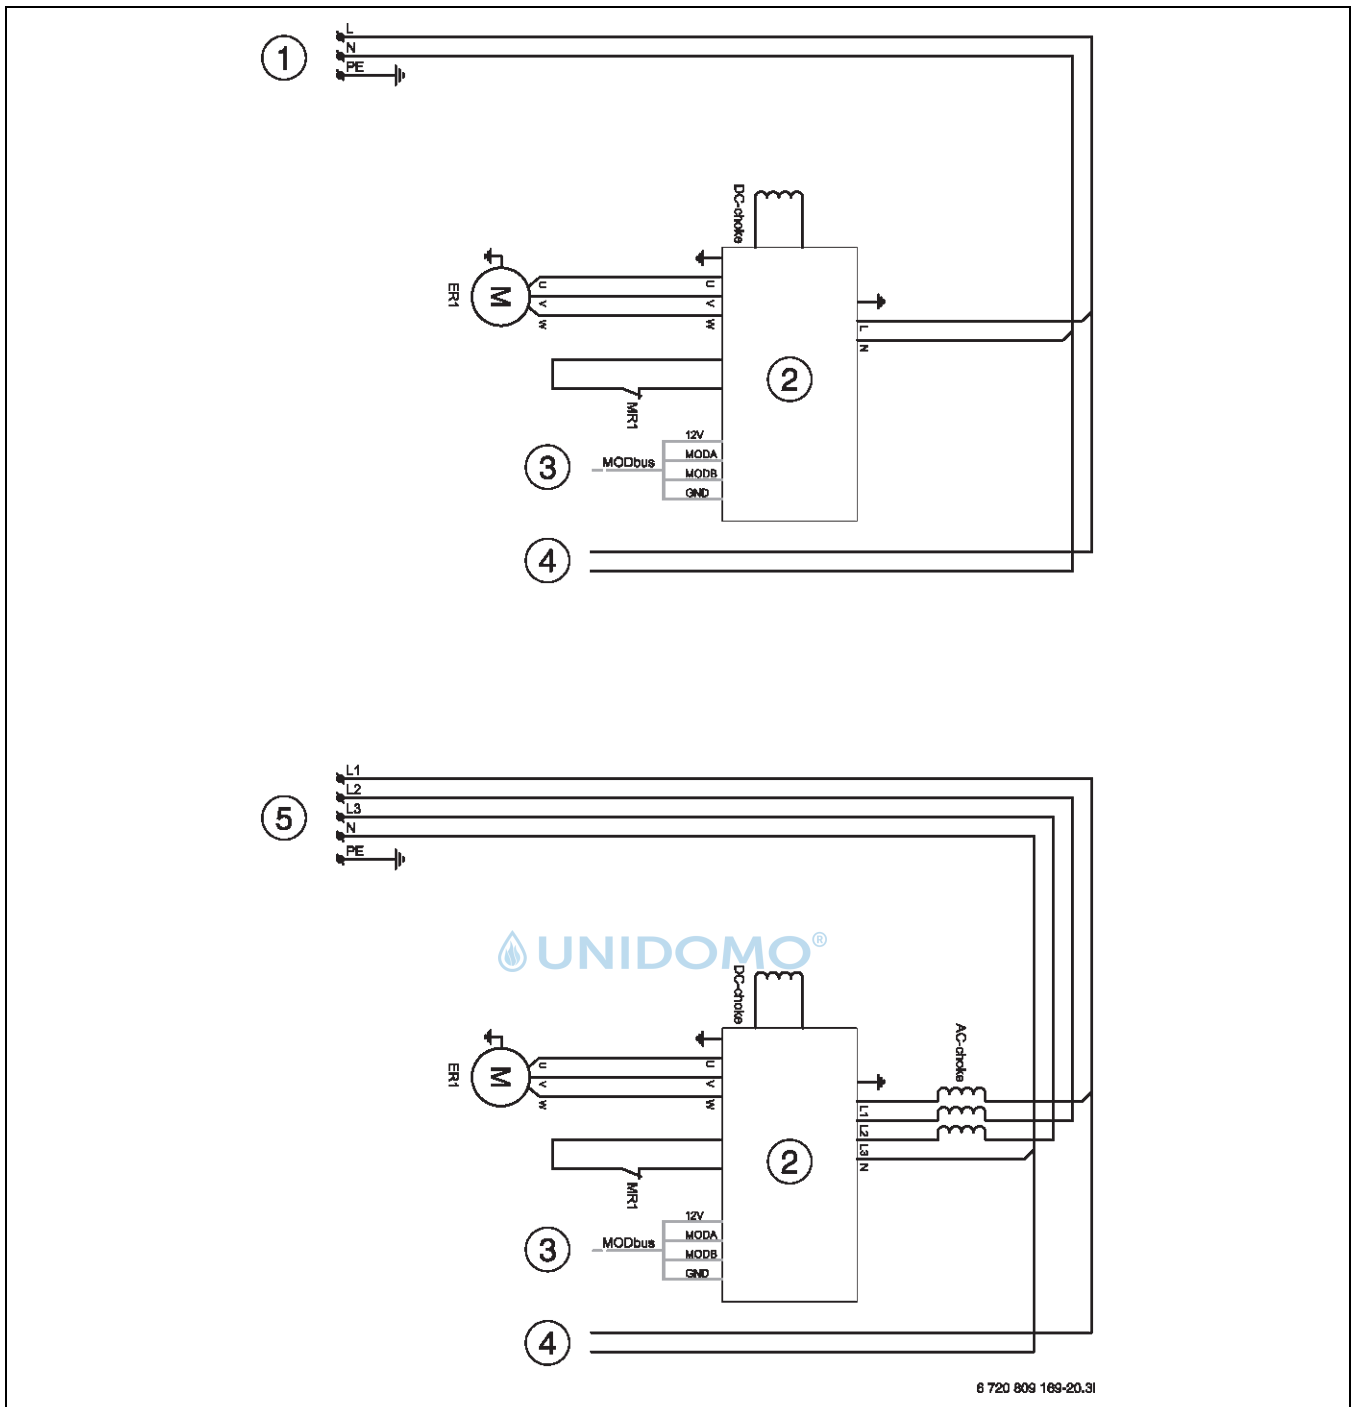

Bild 162 Schaltplan für Inverter
- [1] Betriebsspannung, 230 V~ ([4] Abb. 162)
- [2] Modbus vom Inverter ([3] Abb. 162)